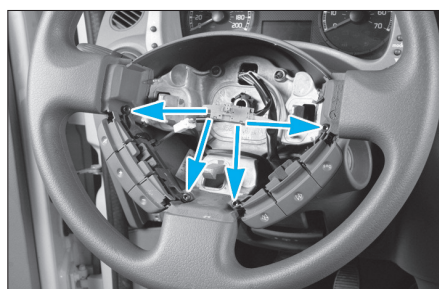

FIG. 6
• Selon équipement, déposer les commandes de l'autoradio situées sur le volant de direction (Fig.6).